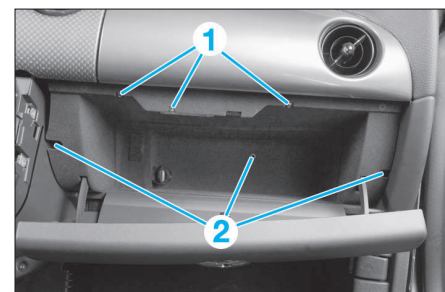

FIG. 7
- Déposer les 3 vis (1) puis les 3 vis (2) de fixation de la boîte à gants (Fig.7).